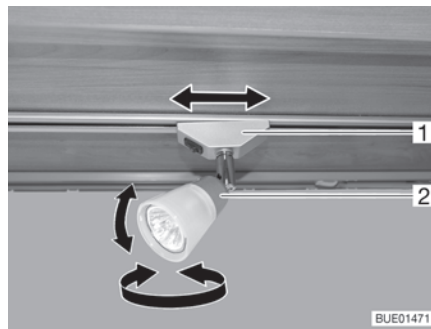

Bild 43 Spotleuchte
- Gehäuse (Bild 43,2) der Spotleuchte in gewünschte Richtung drehen. Das Gehäuse kann in folgende Richtungen gedreht werden:
- Halterung (Bild 43,1) um ca. 45° drehen.
- Halterung (Bild 43,1) um 90° drehen.